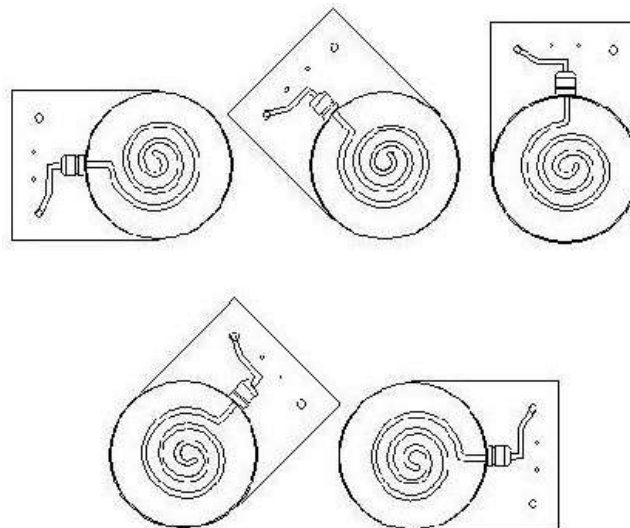

Fig.11
- Il riscaldatore può essere installato sia orizzontalmente che verticalmente; nel caso di riscaldatore elettrico installato orizzontalmente, la scatola elettrica deve rispettare una delle posizioni di montaggio mostrate in Fig. 11.
- The heater can be installed both horizontally and vertically; in case of horizontal electric heater, the electric box must be placed according to one of the positions shown on Fig. 11.